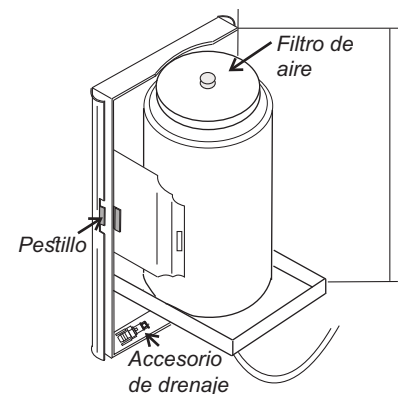

Figura 7-1. Frasco de agua
3. Localice el accesorio de drenaje del sistema de humedad que se encuentra fijado en la parte inferior de esta puerta. Vea la figura 7-1.